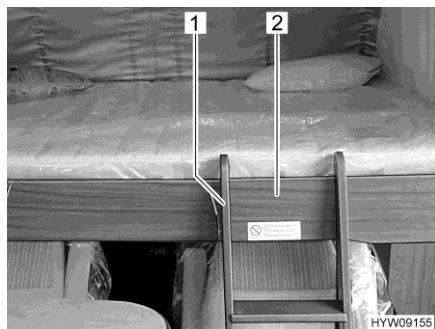

Fig. 108 Échelle de montée (lit escamotable)
- Accrocher l'échelle de montée (Fig. 108,1) à la bordure (Fig. 108,2) du lit escamotable à l'aide des deux étriers. Veiller lors de l'accrochage à ce que les étriers reposent sur les fixations intérieures. Un décalage latéral de l'échelle de montée est ainsi exclu.
- Décrocher l'échelle de montée (Fig. 108,1) de la bordure (Fig. 108,2) du lit escamotable.